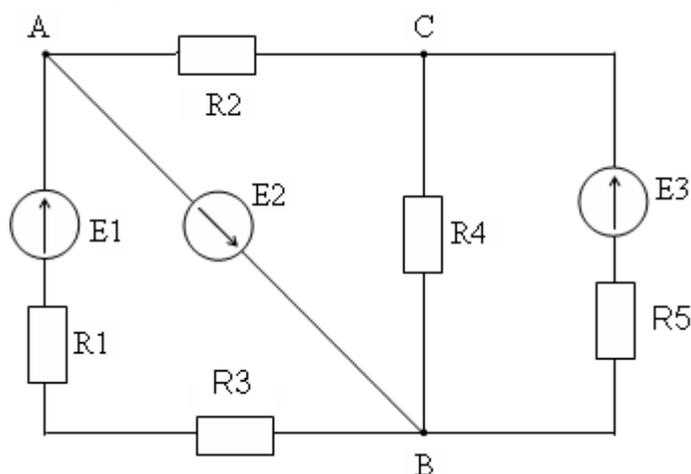

Рис. 5
5.5. Сколько контуров в схеме (рис. 5)?
5.7. Запишите уравнения по первому закону Кирхгофа для точек А, В, С (рис. 5).
5.8. Запишите уравнения по второму закону Кирхгофа для всех контуров схемы (рис. 5).